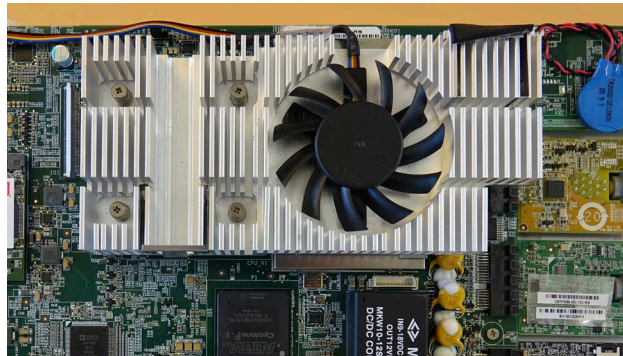

Figure 25 - Installation du ventilateur
- e) **Installer le nouveau ventilateur en orientant le câble vers le bord supérieur de l'écran (Figure 25).**